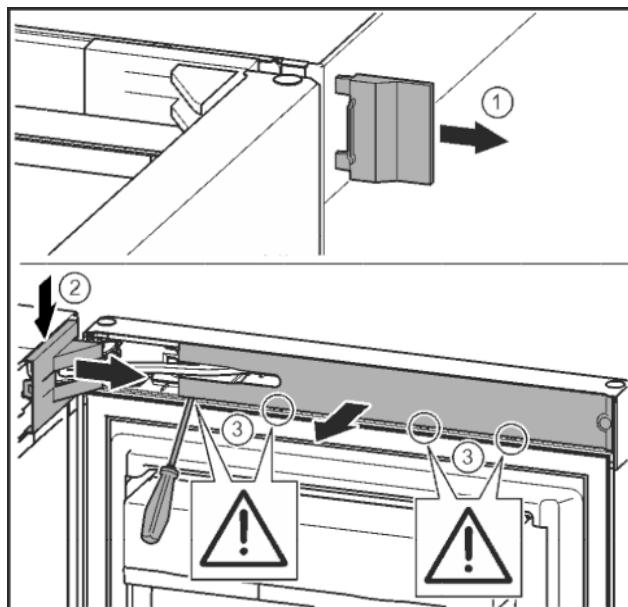

Fig. 11
- Снять внешнюю крышку. Fig. 11 (1)
► При помощи отвертки освободить крышку опорного кронштейна и отсоединить. Снять крышку опорного кронштейна. Fig. 11 (2)
- Шлицевой отверткой вывести накладку из зацепления и отвести в сторону. Fig. 11 (3)